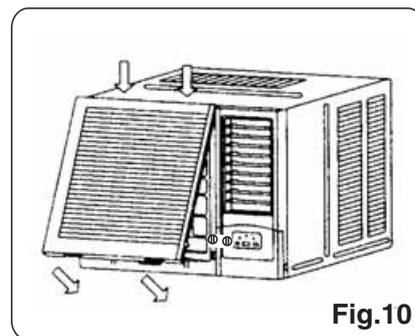

Fig.10
2. Cuelgue el panel frontal de la hebilla del marco, luego presione el panel frontal para que se inserte en la ranura del marco hasta que oiga un clic. (vea fig. 10)